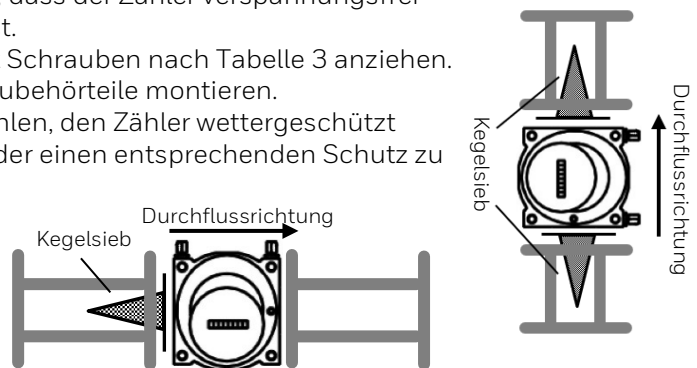

Abb. 11 | Einbau Kegelsieb
- > Öleinfüllstutzen (Abb. 11 | Nr. 1) entsprechend der Einbaulage herausdrehen.
- > Falls ein Ölstandskontrollstopfen (Abb. 11 | Nr. 2) eingebaut ist, diesen herausdrehen.
- Die Ölmenge ist korrekt, wenn das Öl in den Gewindegängen der Ölstandskontrollbohrung (Abb. 11 | Nr. 2) oder in der Mitte des Schauglases sichtbar wird.
- *Öl aus dem Zähler entfernen (siehe Abb. 11 | Nr. 3 Ablasstutzen für Öl).*